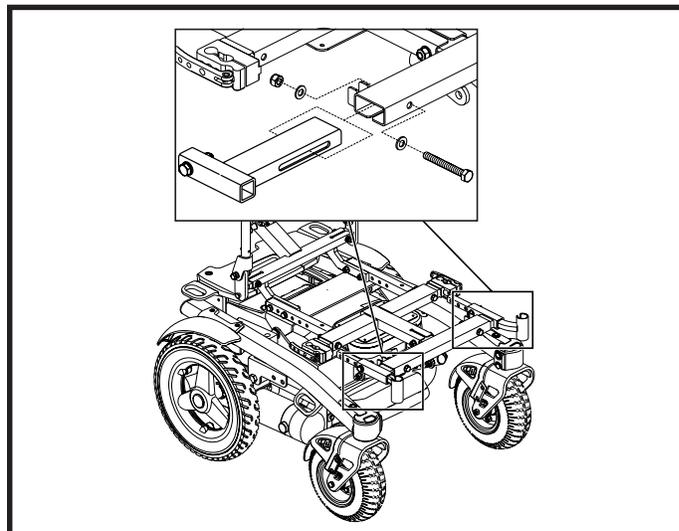

Figure 14. Réglage largeur des repose-jambes
2. Desserrez le support du repose-jambes. Voir figure 14.